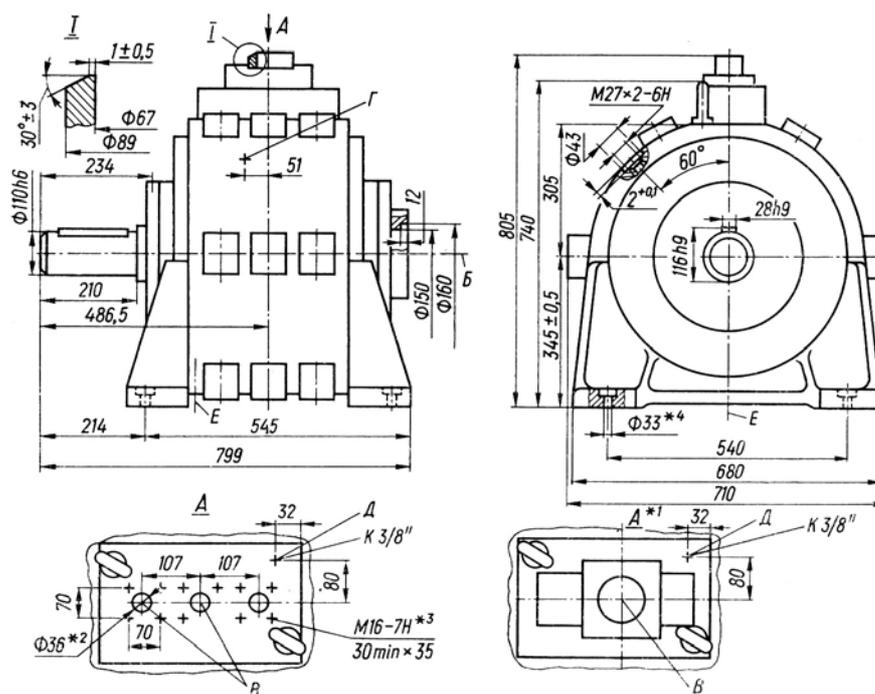

Рис. 1. Основные габаритные и присоединительные размеры насосов типа НР2-1250/32 и НР2-900/32:
- 2.1. Габаритные и присоединительные размеры насосов приведены на рис. 1 и 2.
Насосы имеют отверстия для стравливания воздуха из корпуса (рис. 1) и для слива рабочей жидкости.